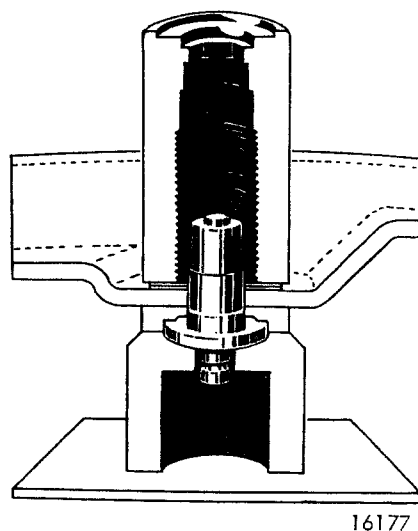

Fig 12-12. Montering av brickor
2. Vänd underläggshylsan och lägg en ny bult ovanpå densamma. Trä justerkammen, bromsskölden, underläggsbrickan och den fjädrande inntandade brickan på bulten. Pressa ner brickorna med stukningsverktyget, se fig 12-12.